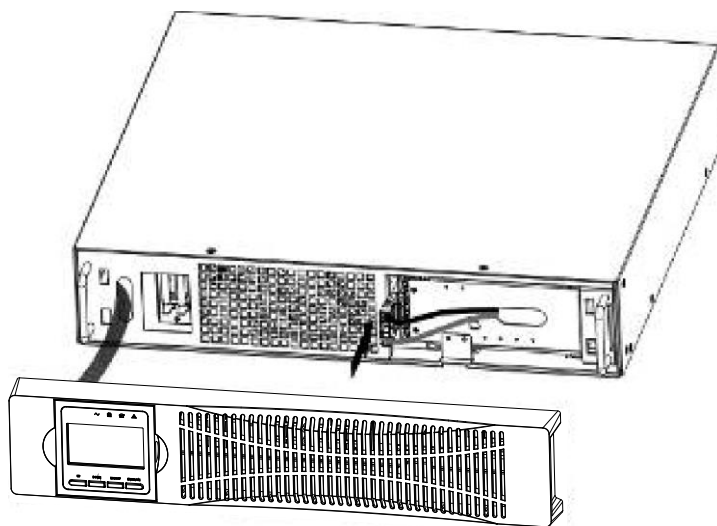

Рисунок 6 Подключение внутренних батарей ИБП
b) Подключите внутренний разъем батареи (см. Рисунок 6)